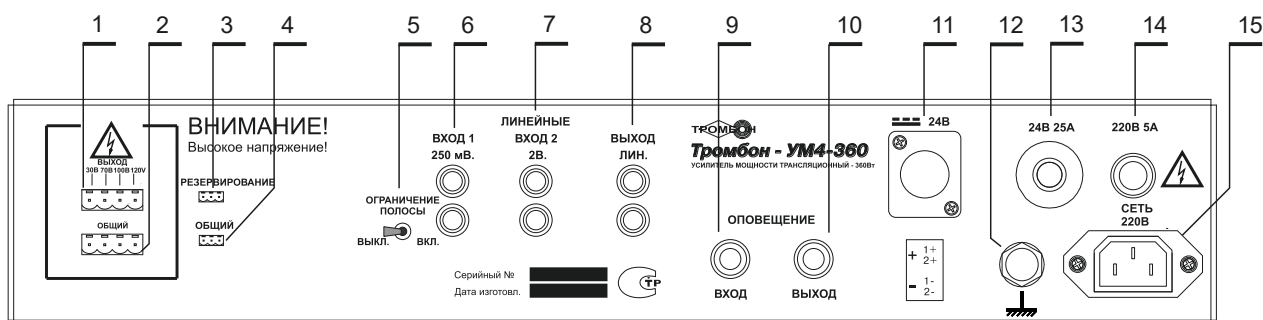
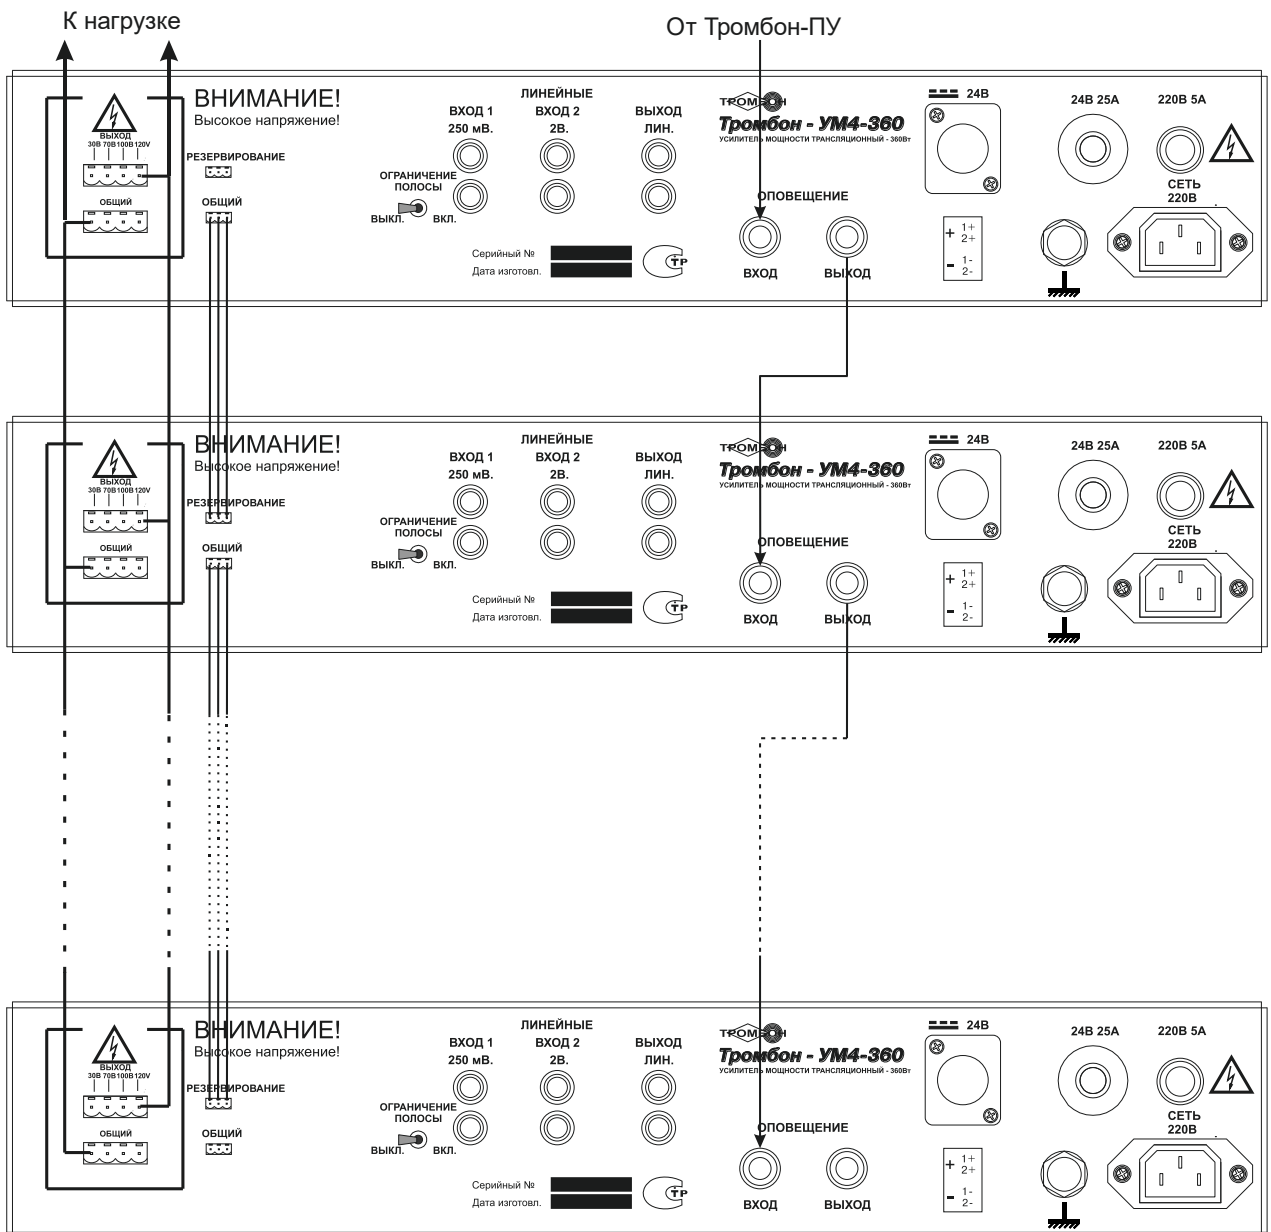

Рис. 2 Эскиз задней панели Усилителя.
Рис. 4
Для резервирования усилителей задействуются разъёмы «РЕЗЕРВИРОВАНИЕ» и «ОБЩИЙ» (рис.2 поз.3 и поз.4)
При резервировании усилителей разъём «РЕЗЕРВИРОВАНИЕ» - входной, разъём «ОБЩИЙ» - выходной. Включаются усилители по этим разъёмам последовательно друг за другом. Выходные разъёмы основного и резервного усилителей «30 70 100 120V» и «ОБЩИЙ» (рис.2 поз. 1 и поз.2) включаются параллельно. По входам «ОПОВЕЩЕНИЕ» (рис.2 поз.9 и поз.10) усилители подключаются последовательно друг за другом. Схема подключения усилителей при резервировании представлена на рис. 4.
8. Выключатель ограничения полосы усилителя (рис.2 поз. 5).